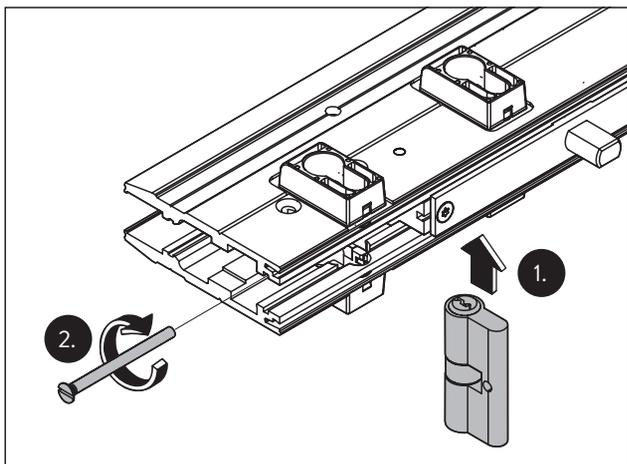

Fig. 12 Inserire e avvitare il cilindro di blocco
2. Inserire il cilindro di blocco. Verificare che la griglia del cilindro entri nella cavità (Fig. 12/1).
3. Serrare il cilindro di blocco con la vite della parte anteriore (Fig. 12/2).